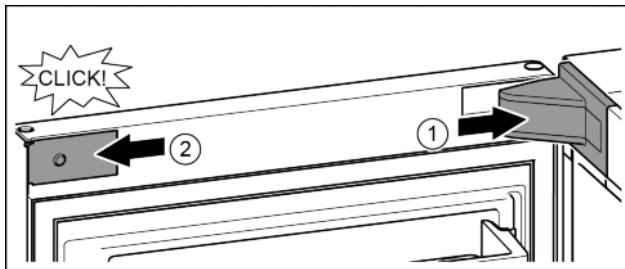

Fig. 19
- ▶ Крышку опорного кронштейна установить и зафиксировать, при необходимости, осторожно разжать. Fig. 19 (1)
- ▶ Установить сбоку накладку и зафиксировать. Fig. 19 (2)